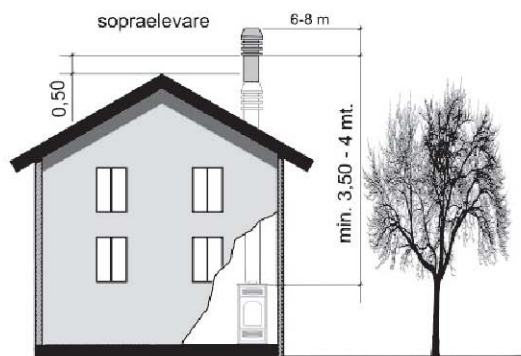

Fig. 4
- Il comignolo deve essere posizionato in modo da garantire un'adeguata dispersione e diluizione dei prodotti della combustione e comunque al di fuori della zona di reflusso. Tale zona ha dimensioni e forme diverse in funzione dell'angolo di inclinazione della copertura, per cui risulta necessario adottare le altezze minime riportate in *fig. 4* e in *fig. 5*.
- Il comignolo dovrà essere del tipo antivento e superare l'altezza del colmo *fig. 4* e *fig. 5*.
- Eventuali fabbricati o altri ostacoli che superano l'altezza del comignolo non dovranno essere a ridosso del comignolo stesso (*fig. 4*).